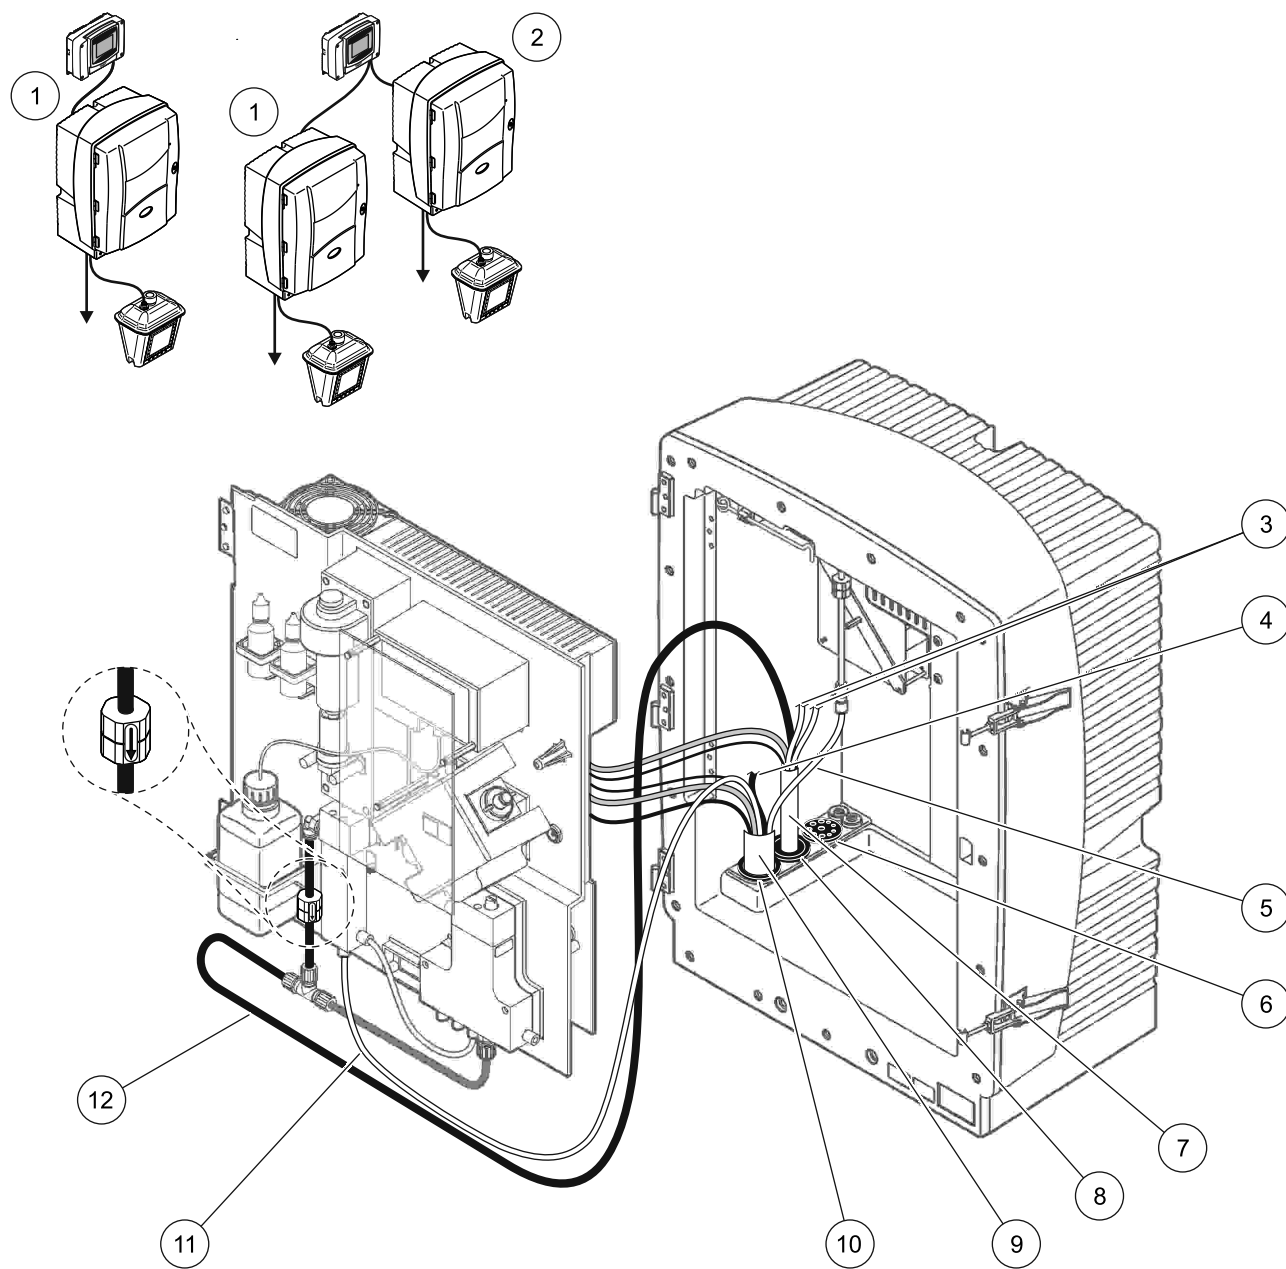

Figure 30 Configuration d'option 2
Voir Figure 30 et les instructions ci-dessous pour l'option 2:
2. Faites passer les tuyaux de sonde filtrantes sc (canalisations d'échantillon, câbles électriques et tuyau d'évacuation) par l'ouverture de l'analyseur (élément 9, Figure 30). Utilisez le bouchon d'obturation No. 2 pour fixer le tout.